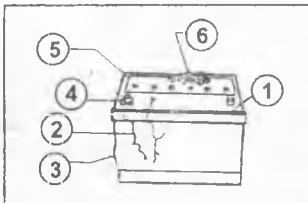

Рис.281
Проведите визуальный осмотр аккумулятора и убедитесь в том, что его данные соответствуют данным ранее установленного аккумулятора, т.е. что аккумулятор того же типа, что и ранее установленный (Рис.281) (1), что отсутствуют трещины (2) и вздутости (3)